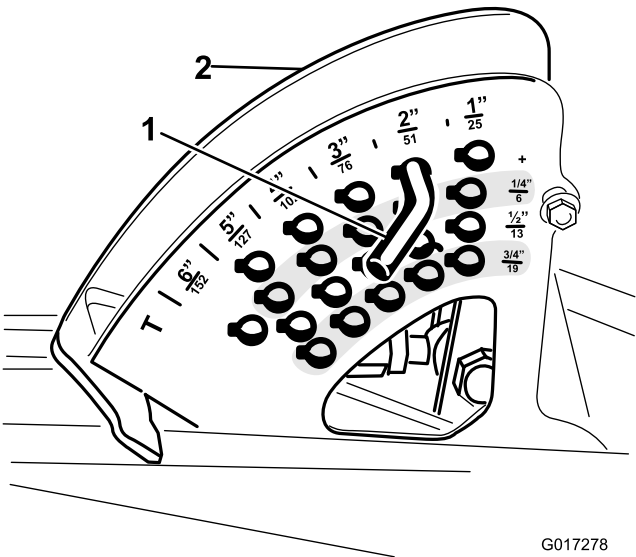

Figure 3
3. Notez l'emplacement de la goupille de réglage de hauteur de coupe sur le support de hauteur de coupe pour le remontage (Figure 3). Déposez la goupille de réglage de hauteur de coupe du support de hauteur de coupe.
6. Insérez la goupille de réglage de hauteur de coupe dans le support de hauteur de coupe, à la hauteur de coupe voulue (Figure 3).